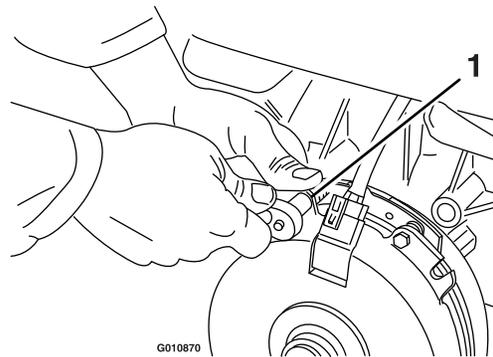

Рисунок 82
- А. Ослабьте оба монтажных болта тормоза на 1/2–1 полный оборот, как показано на Рисунок 82.